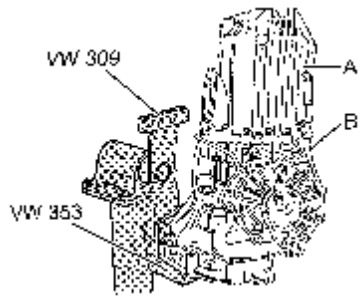

图 9-45 变速器罩壳和后盖
(5) 旋松变速箱罩体壳 B 变速箱后盖 A 的螺栓（图 9-45）。